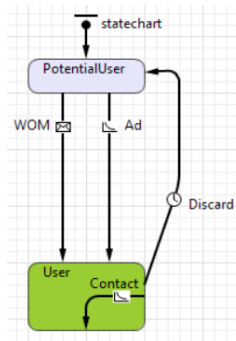

Рисунок 7.1 – Стан користувача
1. Підготуйте місце для іншого стану між *PotentialUser* і *User*, перемістивши стан *User* у нижню частину екрана (рис. 7.1).